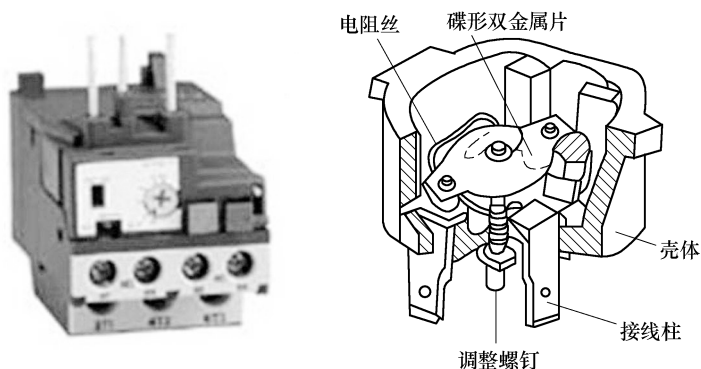

图 3-52 碟形热保护继电器的外形和结构
1) 保护继电器：一般都采用碟形热保护继电器，其结构如图 3-52 所示。它是将镍铬电阻丝、碟形双金属片和一对常闭触点安装在一个耐高温的酚醛塑料制成的小圆壳内制成的。